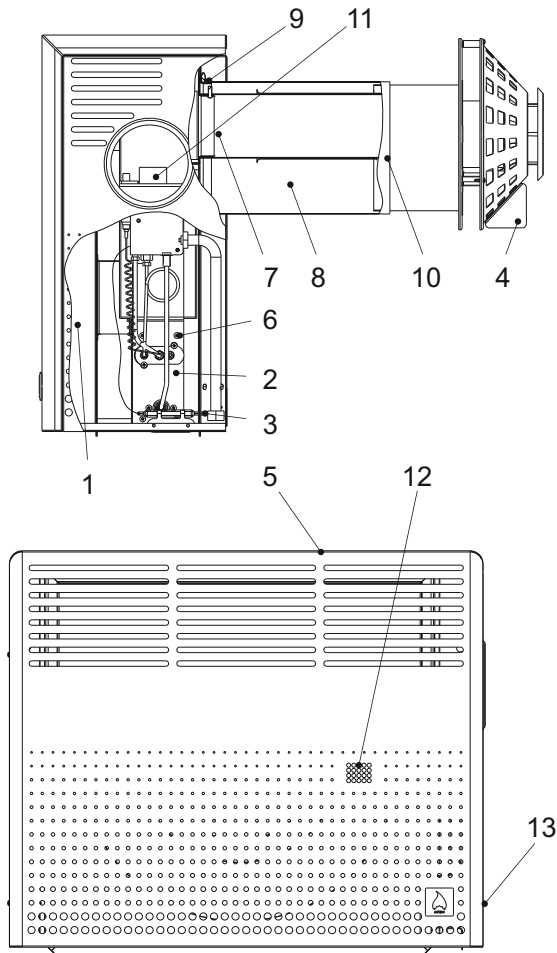

Рис. 1. Будова конвектора
5.1. Конвектор (рис.1) складається з таких основних частин: корпусу із герметичною камерою згорання, димоповітряного блоку, пристрою газопальника, кришки, що закриває верхній отвір облицювального кожуха. Для забезпечення герметичності топки конвектора між корпусом і димарем, пристроєм газопальника, кришками встановлені прокладки з базальтового картону.
6.4. Установка конвектора повинна виконуватися відповідно до вимог ДБН В.2.5-20, а також згідно таблиці 3, у такій послідовності (рис. 1,2).